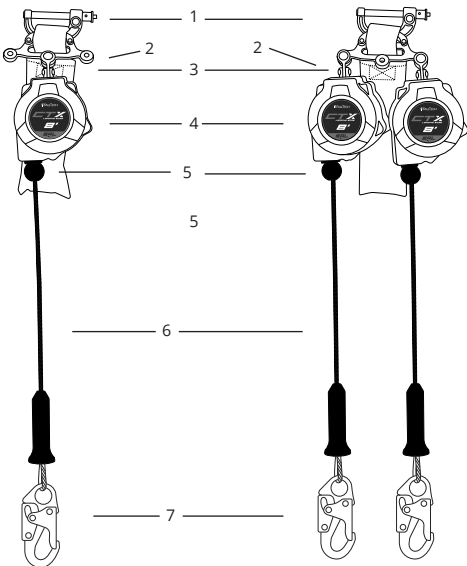

Figure 2 - À propos du bord d'attaque SRL-P de classe 2 CT-X Cable
Comme le montre la figure 2 ci-dessous, la CT-X Cable dispose d'un boîtier en nylon qui contient une corde de sécurité en câble métallique galvanisé enroulé sur un tambour à ressort. La corde de sécurité CT-X Cable est munie d'un arrêt de corde de sécurité et d'un connecteur d'extrémité de jambe. Lorsque l'utilisateur est attaché, la corde de sécurité s'étend et se rétracte avec le mouvement de l'utilisateur, maintenant automatiquement la corde de sécurité tendue. En cas de chute, un système de cliquet centrifuge s'enclenche, arrêtant le dévidage de la corde de sécurité. En cas de chute, le connecteur de la SRL du HCC se détachera du connecteur de cisaillement et l'absorbeur d'énergie (AE) intégral se déploiera, ralentissant et arrêtant progressivement la chute.